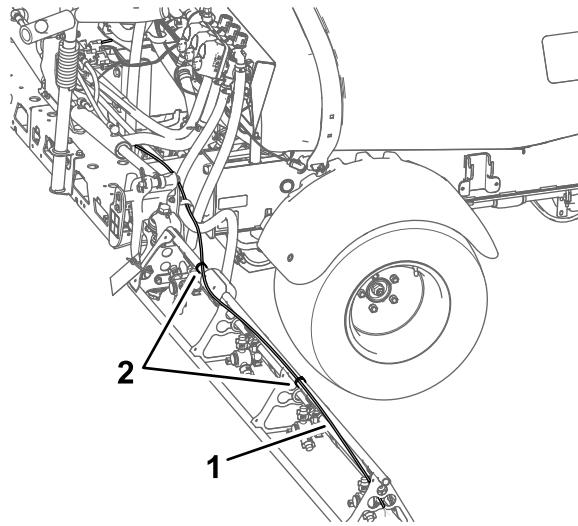

Рисунок 18
1. Снимите кабельные стяжки, которые крепят трубы подачи жидкости и воздуха комплекта пенного маркера к наружной секции опрыскивателя (Рисунок 18).